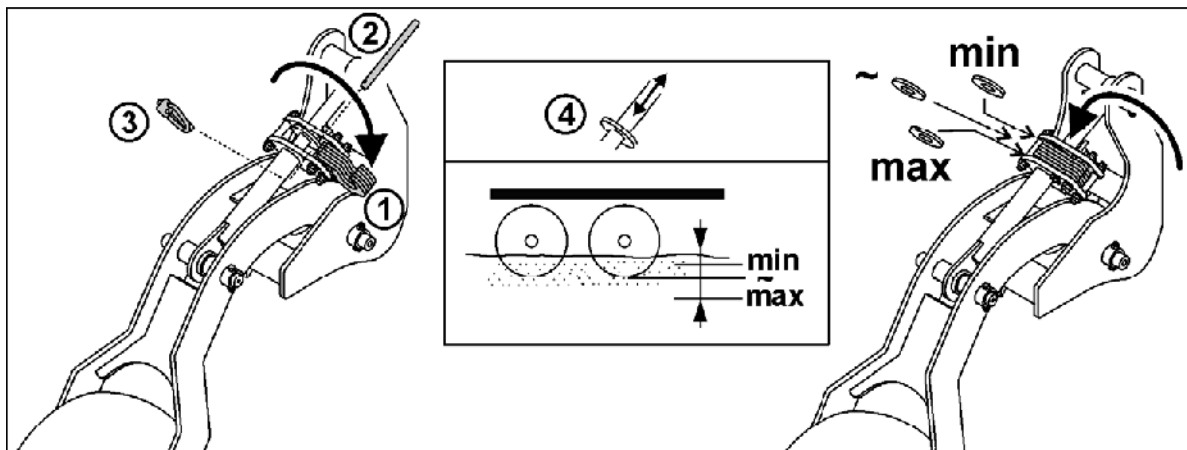

Fig. 26
Trekk i sikringsbolten (Fig. 26/2) før du foretar innstillingen.
Etter innstillingen festes avstandselementene (Fig. 26/1) med sikringsbolten og sikres med splinten (Fig. 26/3).
2. Sving ut de bakre avstandselementene (med start fra stoppeskiven (Fig. 26/4), på begge utligger).
2. Sving ut de fremre avstandselementene (med start fra stoppeskiven (Fig. 26/4), på begge utligger).